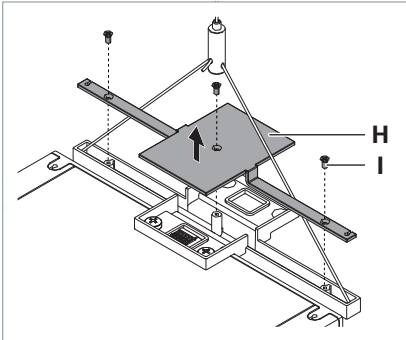

Fig. 13: Abdeckung entfernen.
- ▶ Drehen Sie an der zuletzt montierten Leuchte am Verbindungselement die drei Schrauben **I** aus der Abdeckung **H** heraus, siehe Fig. 13.